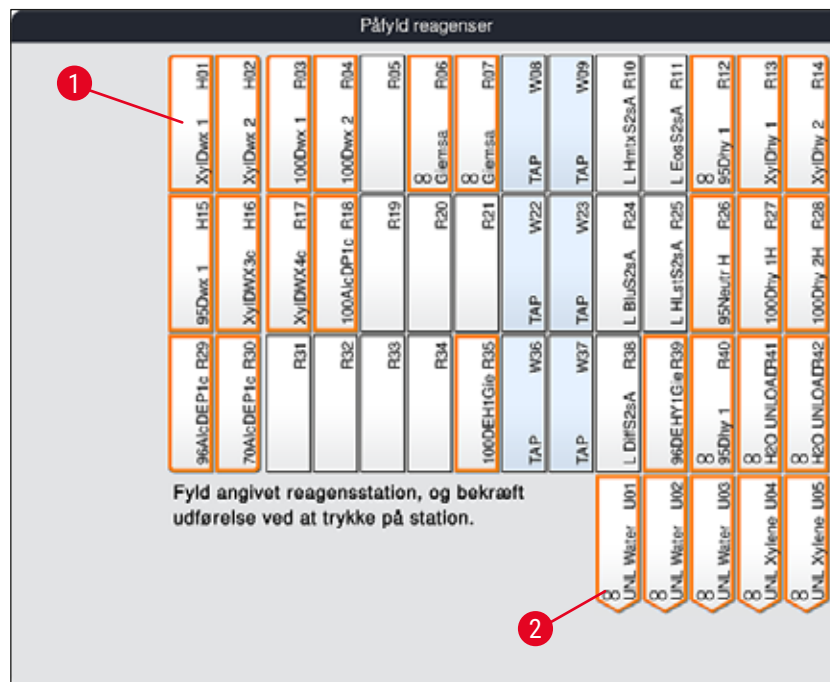

Fig. 56
- I det nye vindue **Påfyld reagenser** (→ "Fig. 56") er de stationer, som skal fyldes, markeret med orange (→ "Fig. 56-1").
Kun brugerdefinerede og tilføjede reagenser fra Leica-farvningsprogrammer vises med orange markering (→ "Fig. 56"). Derefter scannes reagenserne fra Leica-reagenssættet (→ S. 83 – Påfyldning af Leica-reagenssæt(reagenser)).